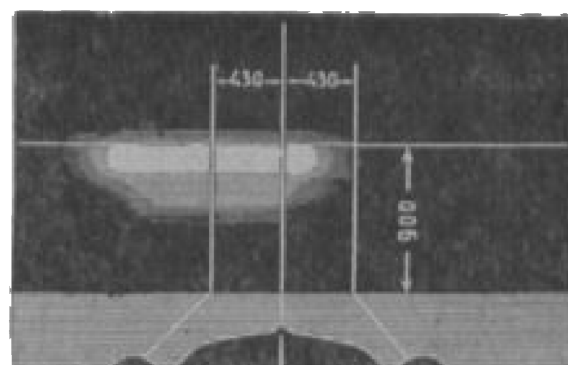

Рис. 7. Световое пятно левой фары
4. Закрыть правую фару и открыть левую. После этого направить световое пятно левой фары на экран так, чтобы центр его совпал с левой вертикальной линией, а верхний край светового пятна был на уровне горизонтальной линии (рис. 7). Закрепить фару в этом положении и после крепления проверить, не сместилось ли пятно.